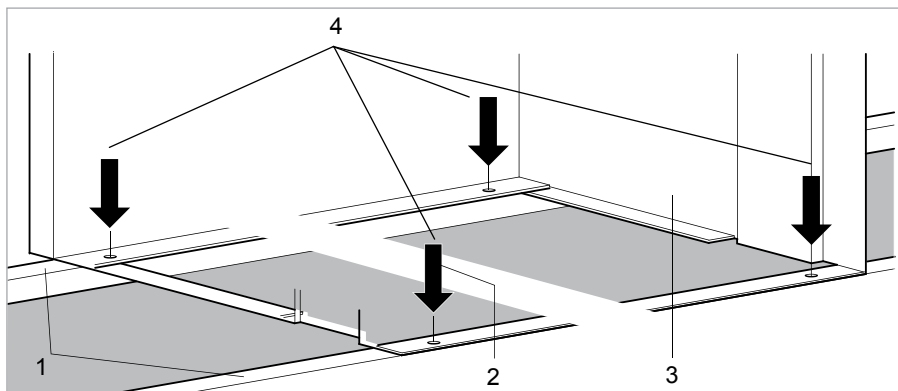

Fig. 25
1. Pré-percer des trous ($\varnothing$ 7,2 mm) dans les châssis de base au travers des points indiqués dans le sous-bassement de cellule (voir Fig. 25).